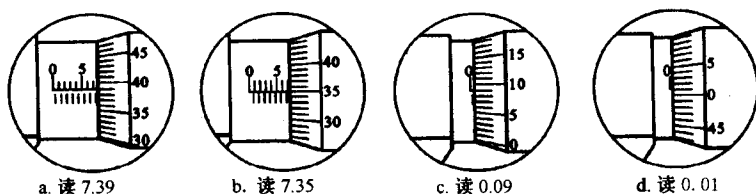

图 2-13 千分尺的读数方法
1. 外径千分尺的读数方法 被测工件尺寸 = 副尺所指的主尺上的整数(0.5 mm 的整数倍) + 主尺中线所指副尺的格数 $\times 0.01$ 。图 2-13 所示为千分尺的几种读数方法。